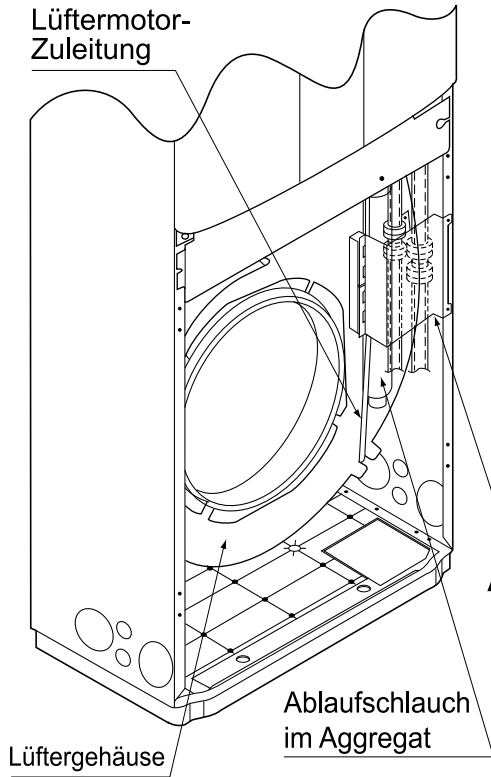

Abb. 12
- Lösen Sie den Rohrbügel. (Siehe Abb. 12)
- Sichern Sie nach Abschluss der Arbeiten an den Kältemittelleitungen und der Verdrahtung die Kältemittelleitung, den Ablaufschlauch der Inneneinheit, die Kabel zur Verbindung der Innen- und Außeneinheiten sowie den Erdungsdraht hinter der Halteplatte für die Leitungen (**Siehe Abb. 12**). Während dieser Arbeit kann die in das Innenaggregat führende Kältemittelleitung in Kontakt mit dem Ansaugluftgitter geraten. Stellen Sie daher sicher, dass die Kältemittelleitung nicht über die Halteplatte für die Leitungen hinausragt.